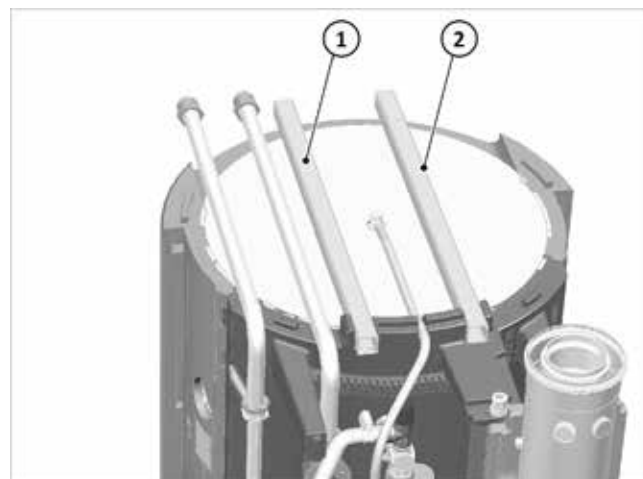

Fig. 12: Canali di guida del cavo
1. Far passare la prolunga attraverso una guaina di protezione o una canalina fino a SolvisBen e lì utilizzare il canale di guida laterale destro (→ fig. 12 (2) fino al lato anteriore.